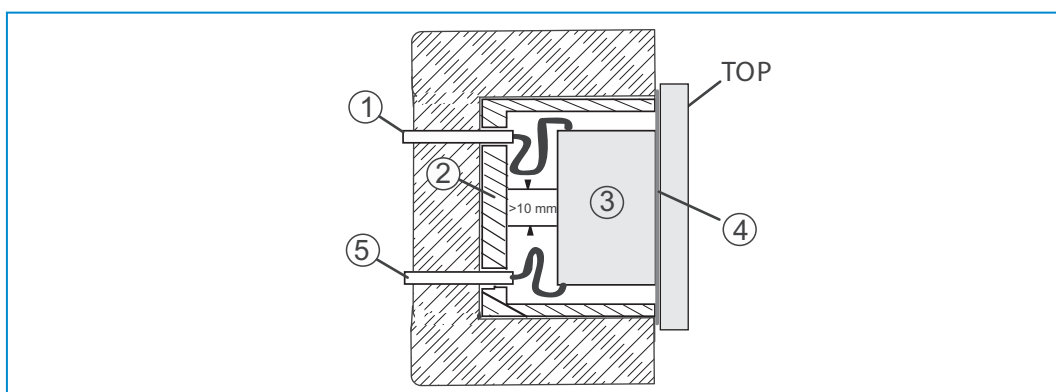

Fig. 6: circuito MBTS
- » Durante el montaje, mantenga una separación física (>10 mm) entre el circuito MBTS y otros circuitos eléctricos (véase la Fig. 6).